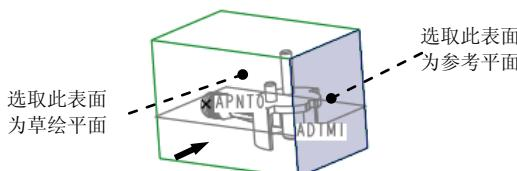

图 10.31 定义草绘平面
(1) 选择命令。单击 **编辑模具体积块** 功能选项卡 **形状** ▶ 区域中的 **拉伸** 按钮，此时系统弹出“拉伸”操控板。
(2) 定义草绘截面放置属性。在图形区右击，从系统弹出的菜单中选择 **定义内部草绘...** 命令；在系统 的提示下，选取图 10.31 所示的坯料表面为草绘平面，接受默认的箭头方向为草绘视图方向，然后选取图 10.31 所示的坯料侧面为参考平面，方向为 **右**。然后单击 **草绘** 按钮。